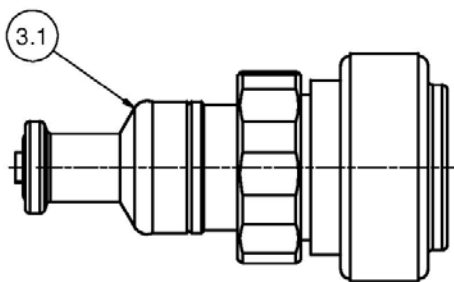

Bild 5 – Ventileinsatz mit Membrane (3.1)
- Membrane (3.1) aus der Arretierung lösen und komplett umstülpen (siehe Bild 5 und 6).